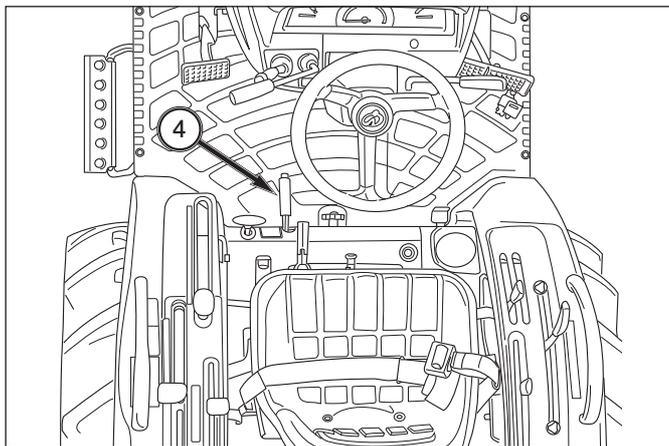

FIG. 4-15
**FIG. 4-15:** Le frein de stationnement agit sur les roues arrière du tracteur. Pour appliquer le frein de stationnement, tirez vers le haut le levier de frein de stationnement, 4. Pour relâcher le frein de stationnement, appuyez sur le bouton de déverrouillage en bout de levier et abaissez le levier.